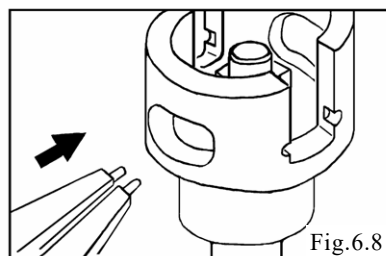
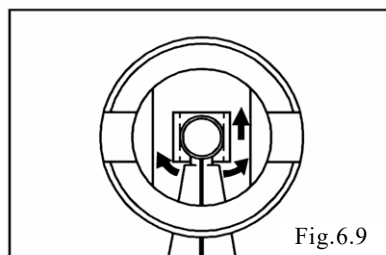

Fig.6.8
Fig.6.9
- 使用弹性挡圈钳，在稍微涨开连动衬套沟槽的同时按压，从滑阀上取下连动衬套。〈Fig.6.8、Fig.6.9〉